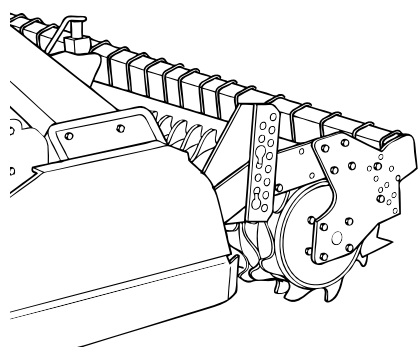

Fig. 12
- Attraverso spine laterali (standard - Fig. 12). Questa soluzione permette oltre alla regolazione della profondità, di avere il rullo posteriore flottante (ideale in presenza di sassi).